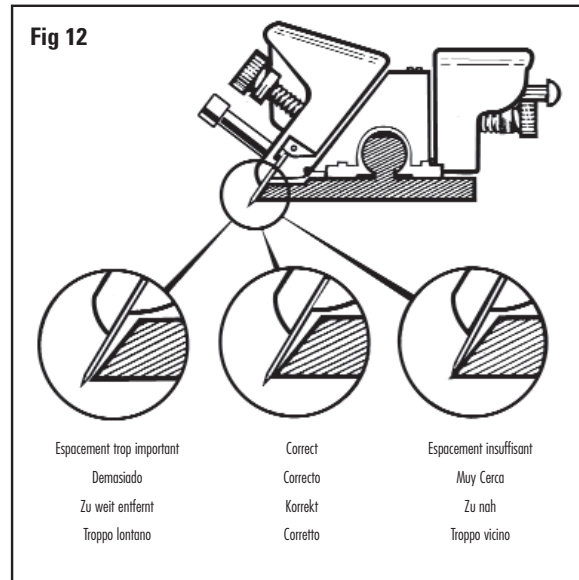

Fig 12
4. À ce stade, vérifiez la position de la pointe de la lame par rapport au bord du rail de guidage. Si la lame entre en contact avec le rail de guidage avant d'avoir atteint l'extrémité du rail, c'est que le ponçage de la surface des roulements est insuffisant et qu'un ponçage supplémentaire doit être effectué sur le CÔTÉ DROIT des roulements (Fig. 12). Au contraire, si la lame N'ENTRE PAS EN CONTACT avec le côté en biseau des roulements, il faut alors poncer davantage le côté biseau de la surface des roulements afin que finalement la lame entre en contact avec le bord du rail JUSTE au moment où la lame pénètre dans le passe-partout.
4. Prüfen Sie nun, den Abstand von Klingenspitze und Schneidchiene. Wenn die Klingenspitze die Schneidchiene berührt, bevor sie am Ende der Schiene angelangt ist, muss mehr vom Kunststoff auf der geraden Seite der Gleitlager abgeschliffen werden. Abb. 12 Im entgegengesetzten Fall, wenn die Klinge die Schneidchiene nicht berührt, muss mehr von der schrägen Seite der Gleitlager abgeschliffen werden, so dass die Klinge schließlich den Rand der Gleitchiene berührt, sobald sie in den Passepartoutkarton eintritt.
4. En este punto, compruebe la relación de la punta de la cuchilla con el borde de la Barra de Corte. Si la cuchilla golpea la Barra de Corte antes de que alcance el extremo de la barra, entonces tiene que quitarse más superficie del cojinete del LADO RECTO de los cojinetes. Fig. 12 Al contrario, si la cuchilla NO golpea el borde de la Barra de Corte, entonces se debe quitar más superficie del LADO DE BISEL del cojinete de modo que la cuchilla SÓLO golpeará en última instancia contra el borde de la barra conforme la cuchilla entre dentro de la lámina perimétrica.
4. A questo punto, verificare il rapporto della punta della lama rispetto al bordo della barra di taglio. Se la lama colpisce la barra di taglio prima che raggiunga l'estremità della barra, occorre rimuovere altra superficie dal LATO DIRITTO dei cuscinetti. Fig. 12 Al contrario, se la lama NON colpisce il bordo della barra di taglio, occorre rimuovere altra superficie dal LATO SMUSSO dei cuscinetti così che, alla fine, la lama colpirà il bordo della barra SOLAMENTE quando penetra nel cartoncino.